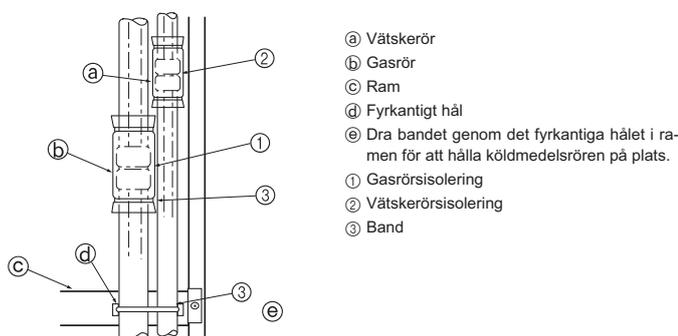

Fig. 4-5
Isolera flänsskarvarna ① och ② på gas- och köldmedelsrören helt och hållet. Om någon av skarvarna är frilagd, kan kondens droppa ned. (Fig. 4-5)
- Fäst gasrörsisoleringen ① och vätskerörsisoleringen ② i båda ändar, så att de inte kan glida och hamna i linje med varandra.
- Efter det att isoleringen anbringats, ska bandet ③ användas till att fästa köldmedelsröret till ramen (under rörskarvsdelen). Detta förhindrar att köldmedelsröret lyfter ifrån ramen. (När köldmedelsröret inte ligger an emot ramen, kan inte gallret installeras.)